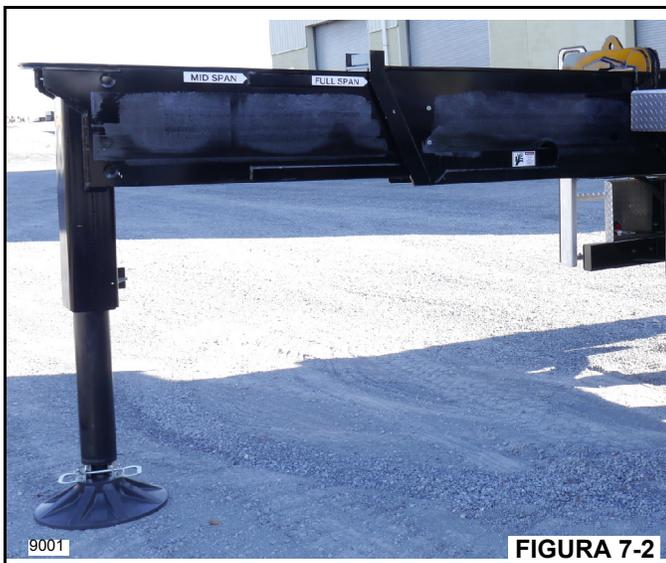

FIGURA 7-2
1. Extienda y ajuste los estabilizadores completamente. Consulte la Figura 7-2.